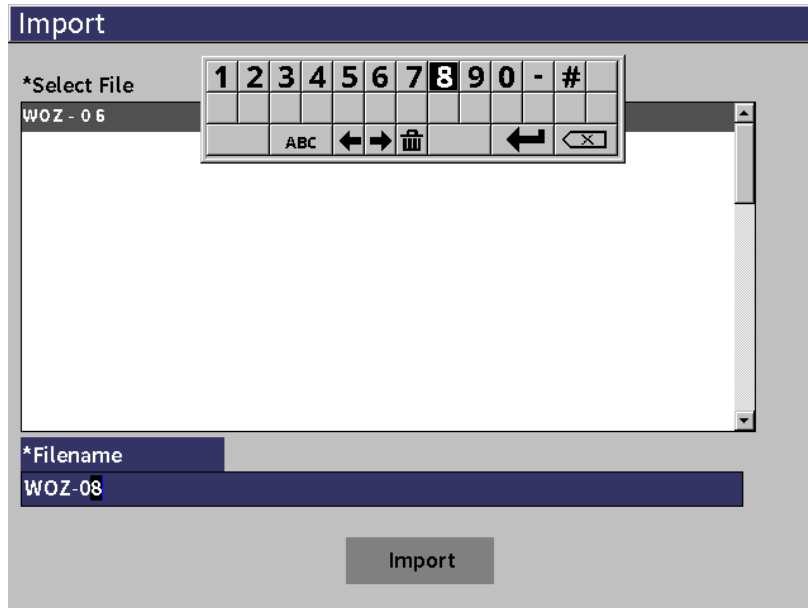

Рис. 9-33 Страница настройки Импорт (видеофайла)
- Чтобы импортировать выбранный файл под другим именем, введите новое имя файла, используя виртуальную клавиатуру, ручку регулятора и клавишу Enter (см. Рис. 9-33 на стр 149).